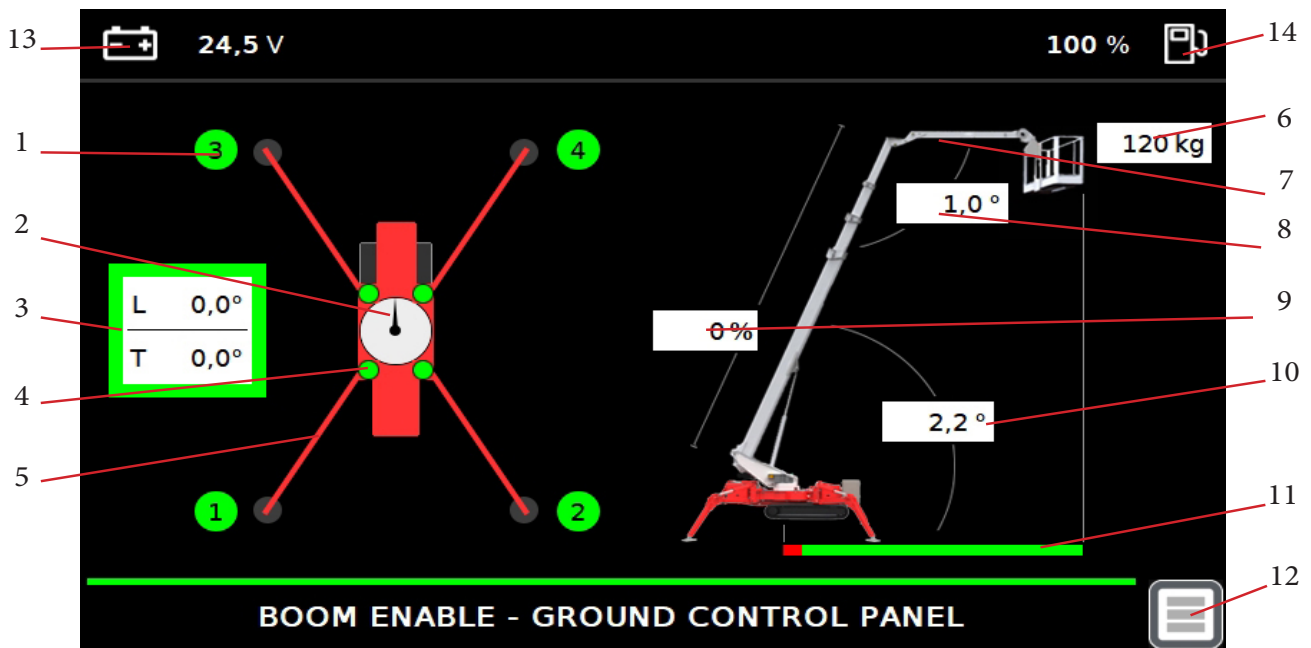
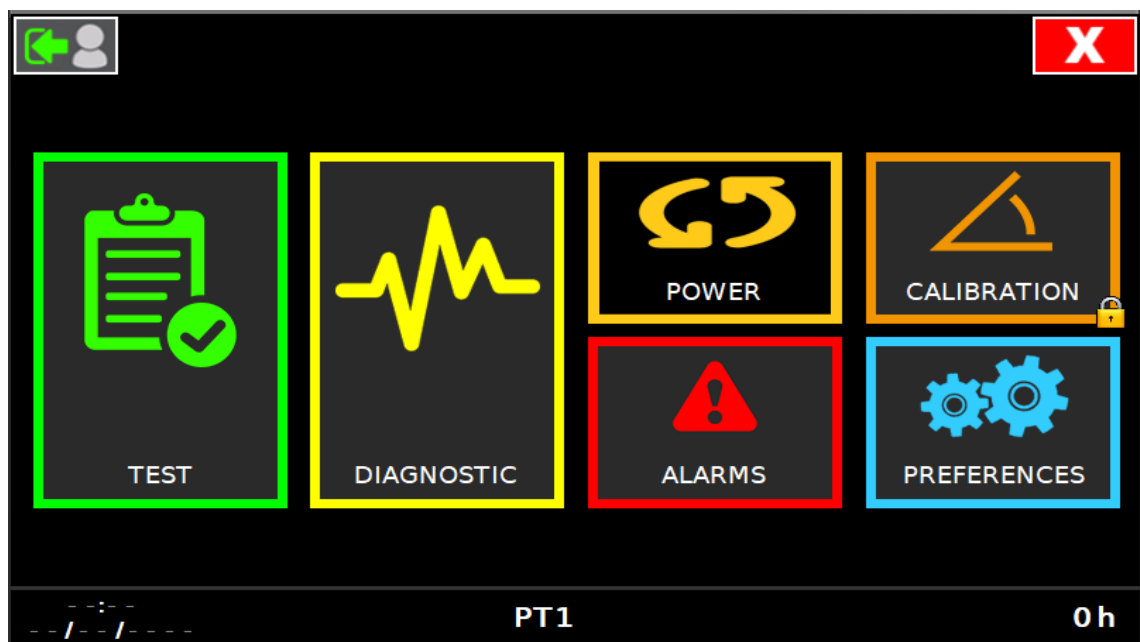

fig 3.17
fig 3.18
Si la plateforme fonctionne avec la flèche, l’écran affiche l’écran de la Fig. 3.17.
Le bouton dans le coin inférieur droit pos. 12 Fig.3.17 ouvre le menu principal du système (Fig.3.18) où vous trouverez six zones différentes: